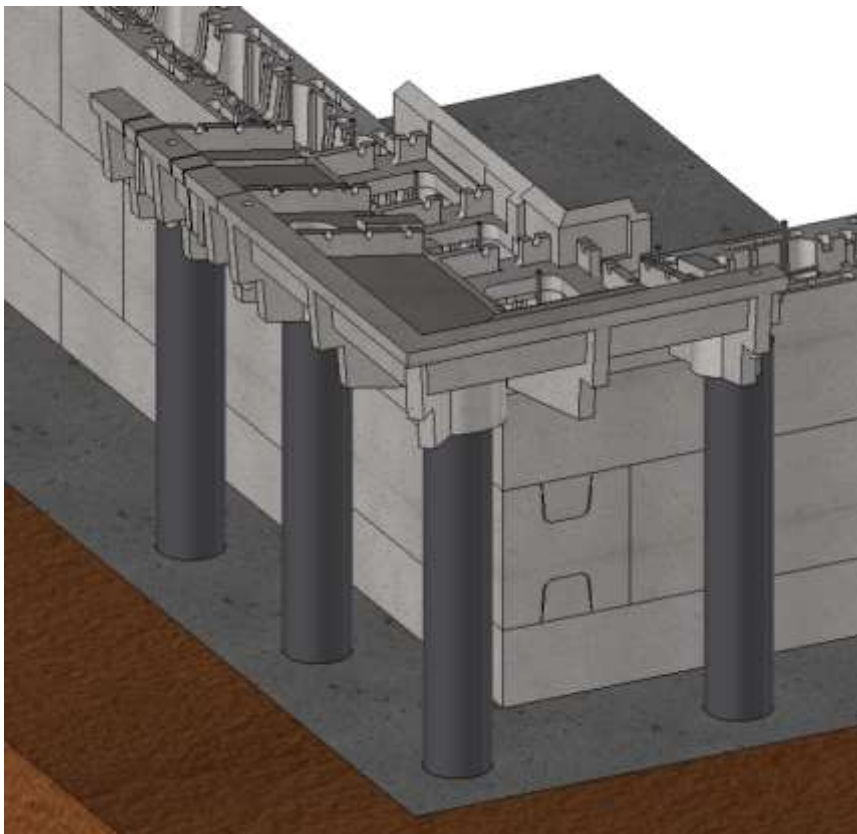

Figure 4 : Disposition des tuyaux sous les blocs de coffrage
- Faire le tour du bassin avec les modules droits et les modules d'angle, en les enfonçant dans les blocs. Ajouter un tuyau Ø125 mm entre chaque bloc (Figure 4).